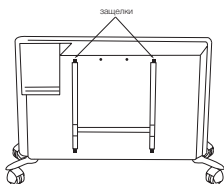

Рис. 4
- освободить настенный кронштейн от конвектора, необходимо следующим образом: нажмите на защелки и потяните кронштейн на себя нажав вниз на две защелки (рис. 4);
Произвести чистку пространства позади установленного на стене обогревателя довольно несложно. Нажмите вниз две защелки (рис. 4) на задней стенке обогревателя, и потяните сам обогреватель вперед. После того, как он будет снят, можно будет вымыть стенку, на которой он был установлен.